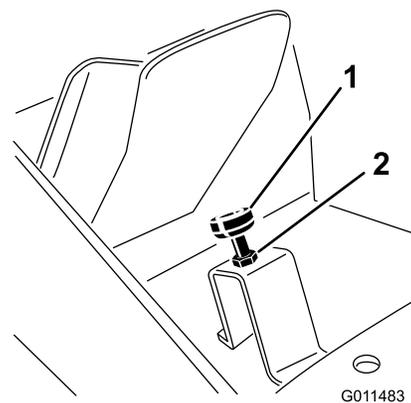

Figura 73
3. Rilasciate il pedale della trazione e regolate il freno di un altro mezzo giro cosicché il pedale tocchi il freno appena prima che si raggiunga la fine corsa; successivamente serrate i controdadi (Figura 73).
2. Premete a fondo il pedale di comando della trazione fino a che raggiunga la fine corsa (Figura 73). Potrebbe essere necessario allentare i controdadi e abbassare il freno per raggiungere la fine corsa.